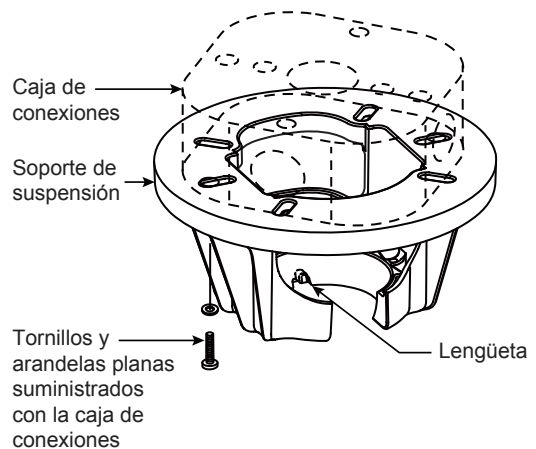

Figura 3
Uso del soporte (Figura 3)
3. Afloje los dos tornillos de fijación del soporte del barral de soporte para techo a través de la varilla. Introduzca los cables a través de la varilla. (Figura 3)
- 1. Fije bien el soporte de suspensión a la caja de conexiones con los tornillos y las arandelas planas suministrados con la misma. (Figura 3)
NOTA: Se deben pasar los tornillos de la caja de conexiones a través de los orificios que se encuentran en el soporte de suspensión. (Figura 3)
3. Con cuidado, levante el ventilador y apoye la unidad del barral/de la semiesfera en el soporte de suspensión que acaba de fijar a la caja de conexiones. (Figura 4) Asegúrese de que la ranura en la semiesfera esté alineada con el reborde del soporte de suspensión. (Figura 3)
2. Realice las conexiones de cables al bloque del terminal como se muestra en la Figura 3.